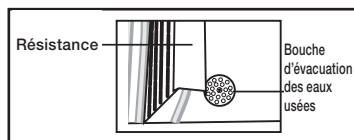

Fig. 8
5. Essuyer les résistances/éléments chauffants à l'aide d'un torchon imbibé d'eau tiède (Fig. 8)